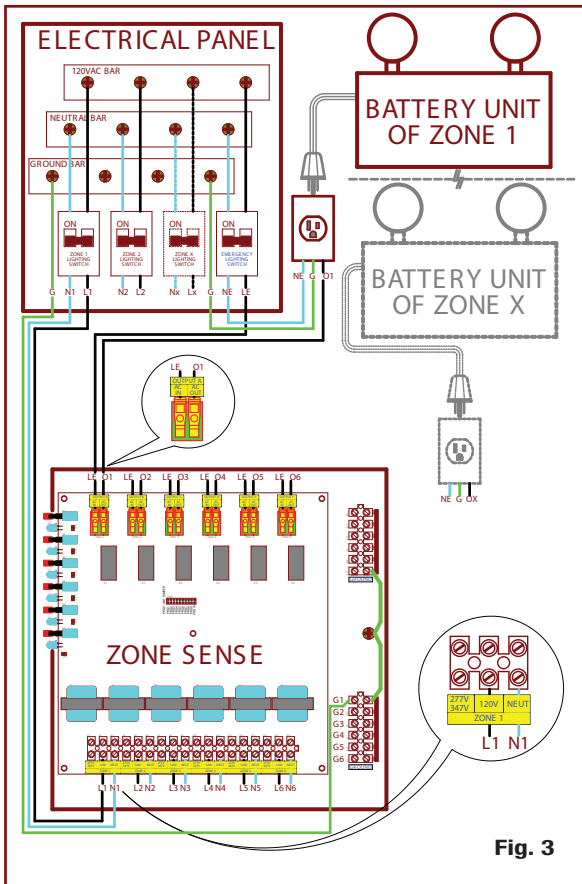

Fig. 3
- For the AC TYPE wiring refer to the Fig. 3.
- Pour le branchement TYPE CA, référez-vous à la Fig. 3.